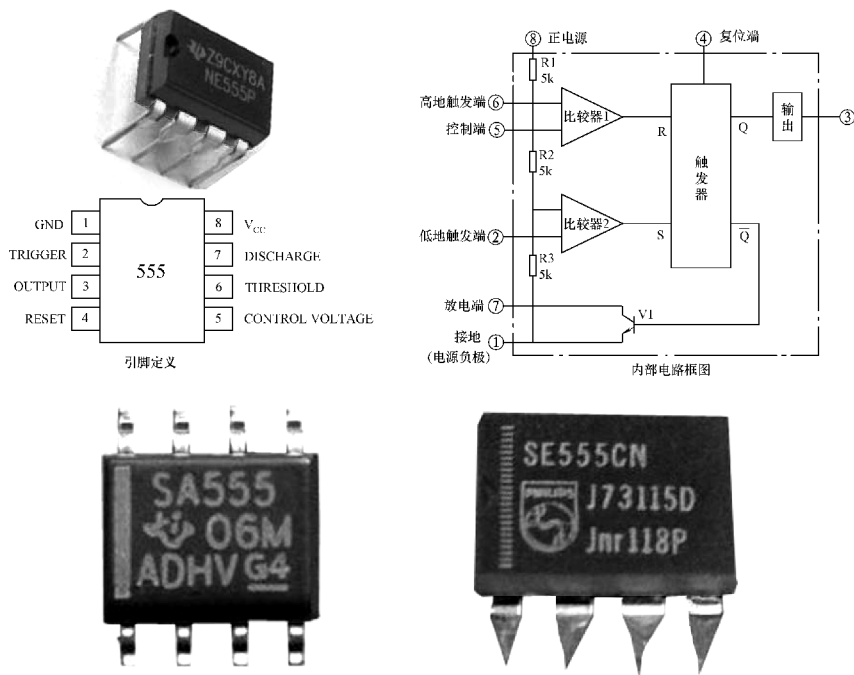

图 7-51 三种可代换集成电路参数资料
※知识链接※ 该车 NE555 时基电路接线采用无稳态自激多谐振荡器模式，③脚输出矩形波振荡脉冲，经阻容元件 R6 和 C4 积分成锯齿波，再加入到比较器 LM339 ⑧脚供调制使用。若检测 IC4 ③脚无振荡脉冲输出，并检查外围元件 R4~R6、C12、C14 均正常，则可判断 IC4（NE555）内部电路损坏。时基电路 NE555、SA555、SE555 三种可代换集成电路参数资料如图 7-51 所示，供维修检测代换时参考。